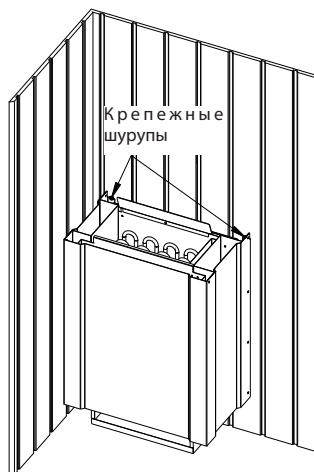

**Рис. 4**
3. Произведите подключения согласно схеме. Данную схему Вы найдете в настоящей инструкции (рис. 4).